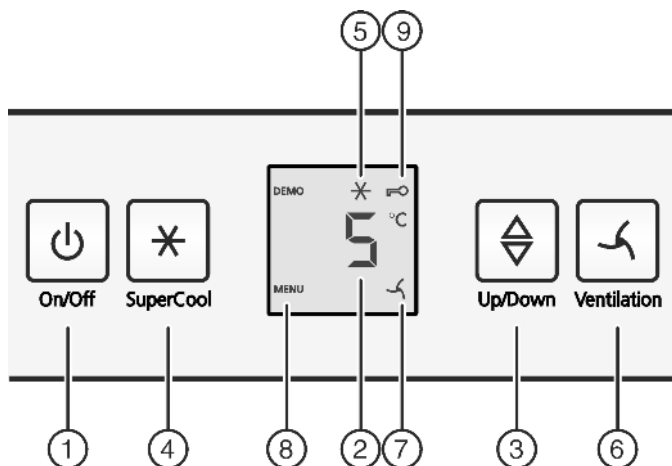

Fig. 3
- ▶ Натисніть клавішу On/Off. Fig. 3 (1).
- ▶ натисніть кнопку «SuperCool» Fig. 3 (4) і утримуйте її приблизно 5 секунд.
- ▷ На індикаторі відображається символ «Меню» Fig. 3 (8).
- ▶ Для підтвердження натисніть і відпустіть кнопку «SuperCool» Fig. 3 (4).
- ▷ На індикаторі світиться символ «Захист» Fig. 3 (9).
- ▶ Натисніть і відпустіть клавішу «On/Off». Fig. 3 (1).
- ▶ Виклик функції регулювання температури: натисніть кнопку настройки Fig. 3 (3).
- ▶ Зміна значення температури на 1 °C: натискайте кнопку настройки Fig. 3 (3), доки на індикаторі температури не висвітлиться потрібна температура.
- ▶ натисніть і швидко відпустіть клавішу SuperCool Fig. 3 (4).
- ▷ Світиться символ SuperCool Fig. 3 (5).
- ▷ Вимикається символ SuperCool Fig. 3 (5).
- ▶ Натисніть і швидко відпустіть клавішу "Вентилятор" Fig. 3 (6).
- ▷ Світиться символ "Вентилятор" Fig. 3 (7).
- ▷ Гасне символ "Вентилятор" Fig. 3 (7).